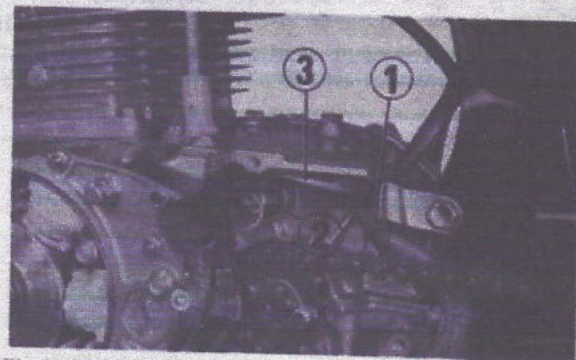

Fig. 3-88 (1) Rondelle isolante en caoutchouc
- Engager le fil conducteur d'alternateur comme il convient et de la façon qui est indiquée sur la Fig. 3-88.